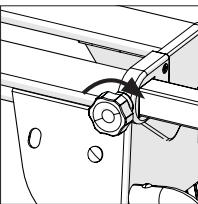

Fig. 3
- Skruva låsknopparna på plats för att fästa gejdjarna på varje sida. (**Fig. 3**)